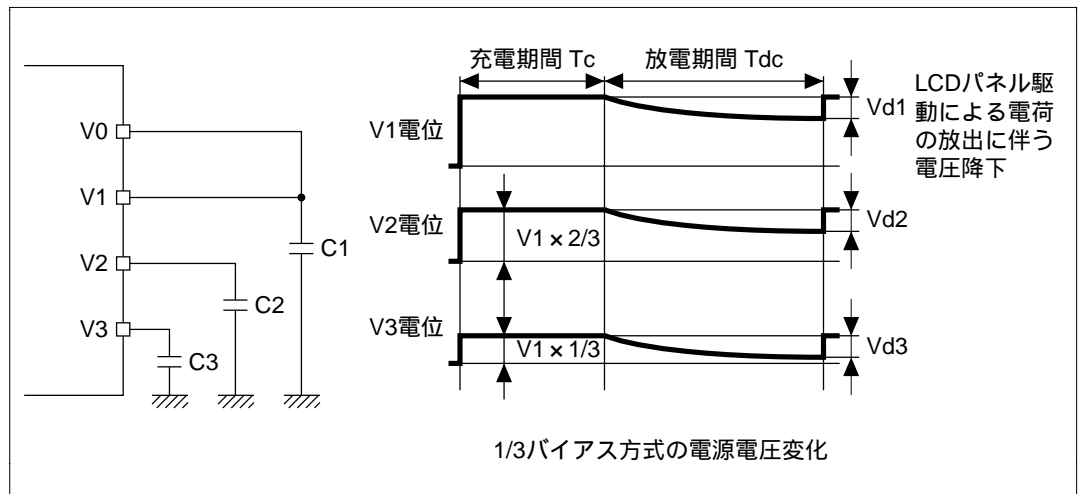

図 13.14 低消費電力 LCD 駆動方式動作例
1. 図 13.14 に示すように、LCD 電源端子の V_1 、 V_2 、 V_3 にコンデンサを外付回路として接続します。
2. V_1 、 V_2 、 V_3 に接続されたコンデンサは図 13.14 に示すような周期で充電と放電を繰り返し、電位を保持します。
1. 図中の充電期間 T_c の間、 V_1 、 V_2 、 V_3 端子には図 13.14 に示すような電位 (V_2 は V_1 の 3 分の 2、 V_3 は V_1 の 3 分の 1 の電位) が内蔵分割抵抗により分圧され、外付コンデンサの C_1 、 C_2 、 C_3 を充電します。この期間も LCD パネルは駆動されています。
4. このようにして V1、V2、V3 に接続されたコンデンサは図 13.14 に示すような周期で充電と放電を繰り返し、電位を保持しながら LCD パネルを駆動続けます。